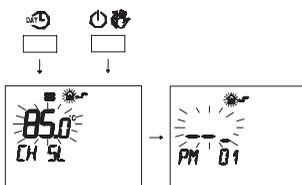

Fig. 2.55
- 2 Одновременно нажать кнопки ON/OFF и ON/OFF для доступа в режим прозрачного программирования ( Fig. 2.55).